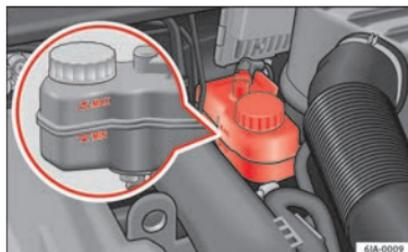

Fig. 208 Vano motore: serbatoio del liquido dei freni.
- Controllare il livello del liquido di raffreddamento nel serbatoio »» fig. 208. Il livello del liquido deve trovarsi tra le scritte "MIN" e "MAX".